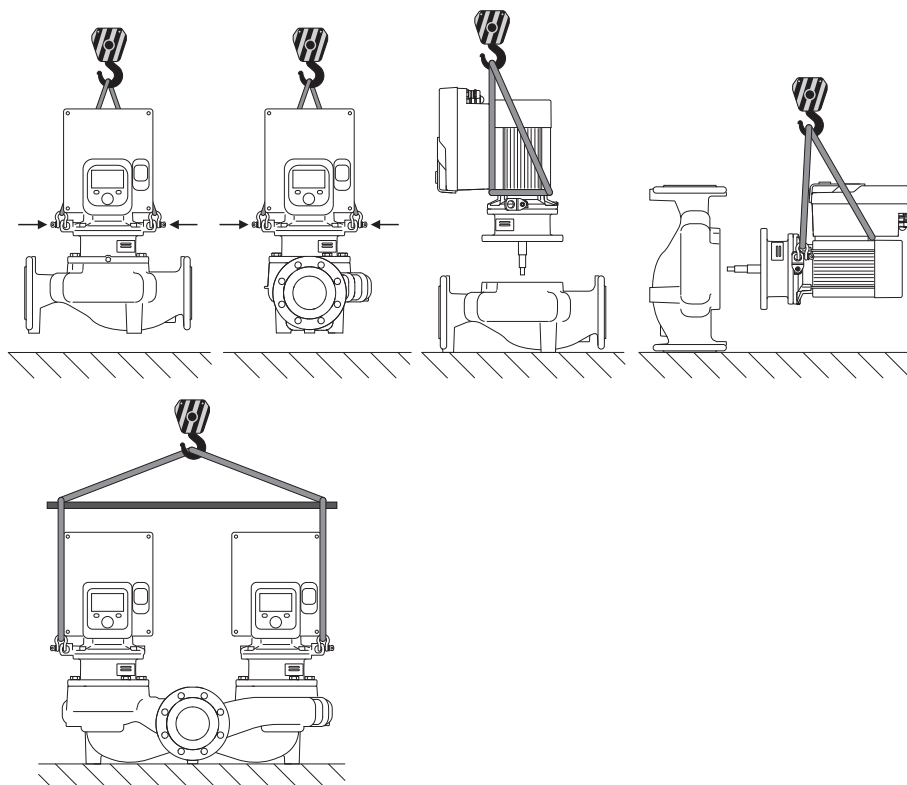

Fig. 6: Hijsrichting
Het transport van de pomp moet met goedgekeurd hijswerktuigen (takel, kraan etc.) worden uitgevoerd. Deze moeten worden bevestigd aan de transportogen op de motorflens. Schuif, indien nodig, hijslussen onder de adapterplaat (Fig. 6).
1. Laat 2 transportogen (Fig. I, pos. 30) op de motorflens zitten.
2. Bevestig de insteekset (Fig. 4) ter beveiliging met geschikte hijsmiddelen aan de transportogen. Leg een riemlus overeenkomstig Fig. 6 om de motor en adapter van de elektronicamodule om te voorkomen dat de eenheid kantelt. Voorkom dat de elektronicamodule wordt beschadigd bij het bevestigen.
3. Draai de schroeven (Fig. I/II/III, pos. 29) los en verwijder deze.